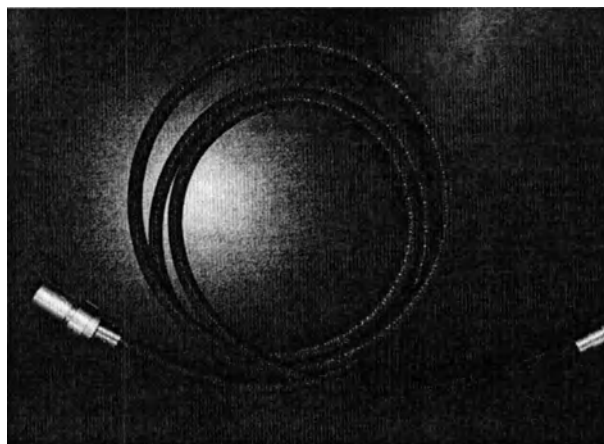

Рис. 12.25 – Волоконный удлинитель Тип Б
12.10.1 Волоконный удлинитель Тип Б представляет собой устройство, служащее для увеличения радиуса рабочей зоны у Прибора, а также для тех случаев когда требуется легкость и гибкость оптического тракта при работе с Прибором. Внешний вид волоконного удлинителя тип Б представлен на рис.12.25.